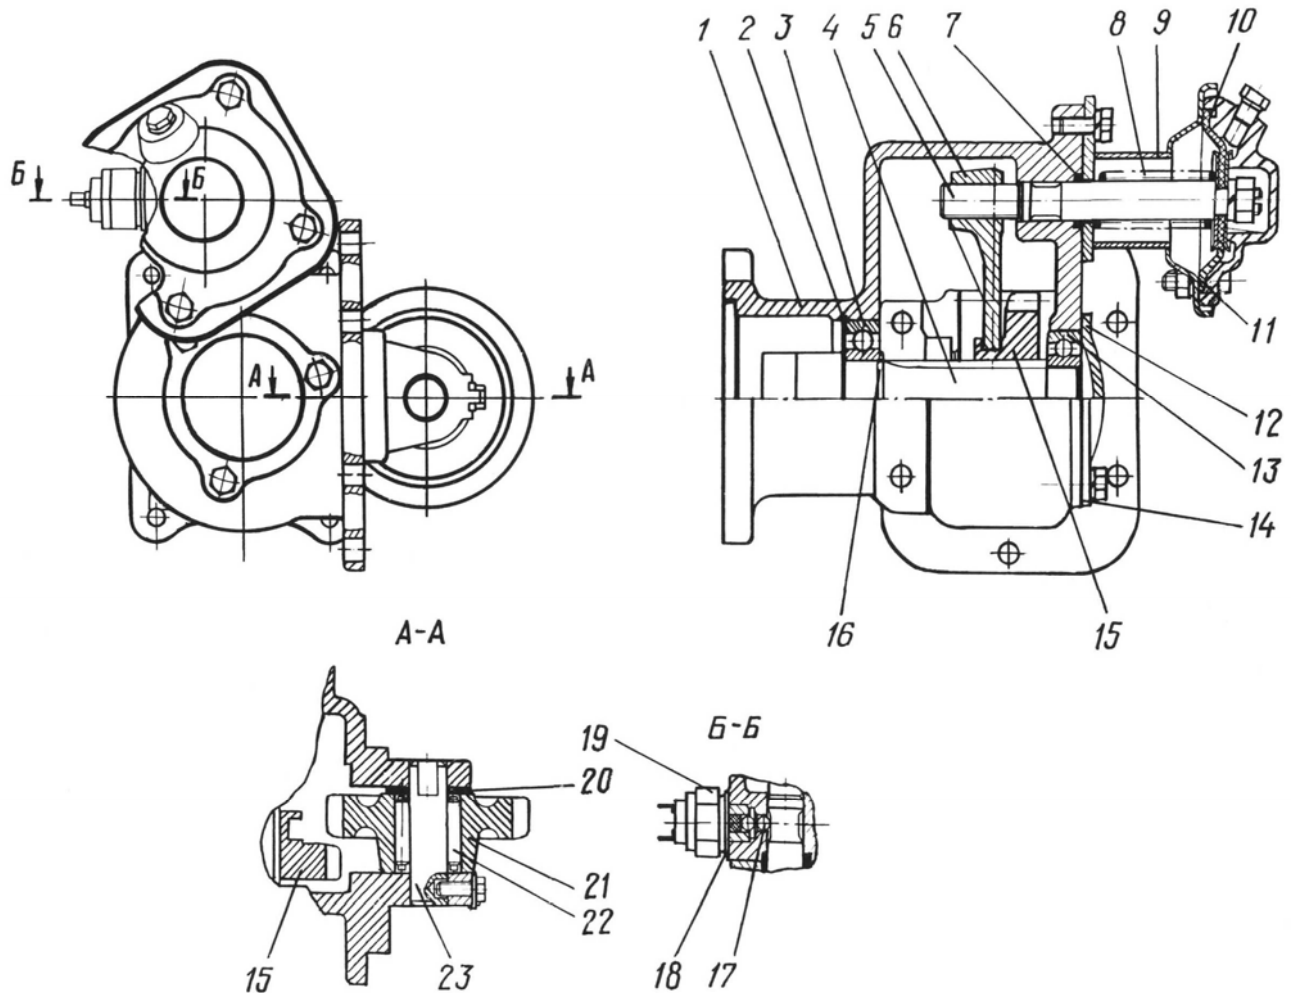

Рис.94. Коробка отбора мощности:
**Коробка отбора мощности** (рис.94) установлена на коробке передач с правой стороны автомобиля. К торцу картера коробки отбора мощности прикреплен масляный насос НШ50А-3Л. Соединение вала насоса с ведомой шестерней осуществляется с помощью полумуфты и призмы. Ведущая шестерня 21 находится в постоянном зацеплении с шестерней отбора мощности коробки передач.
1. Отвернуть болт, стопорящий ось 23 (см. рис.94) ведущей шестерни, предварительно отогнув замковую шайбу. Выпрессовать из картера 1 коробки ось 23, извлечь ведущую шестерню 21 и прокладку 20. При необходимости вынуть из шестерни подшипник 22.